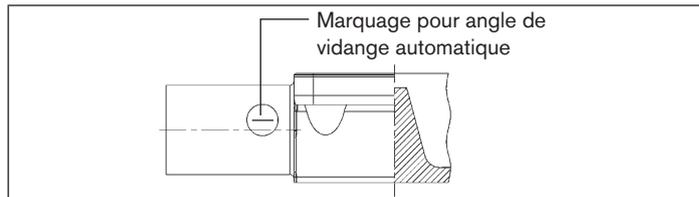

Fig. 3 : Marquage pour la position de montage correcte
- Respecter un angle d'inclinaison de 1° ... 5° par rapport à l'axe de la conduite. Les corps forgés et coulés présentent pour cela un marquage qui doit être dirigé vers le haut (position 12 heures, voir « Fig. 3 »).